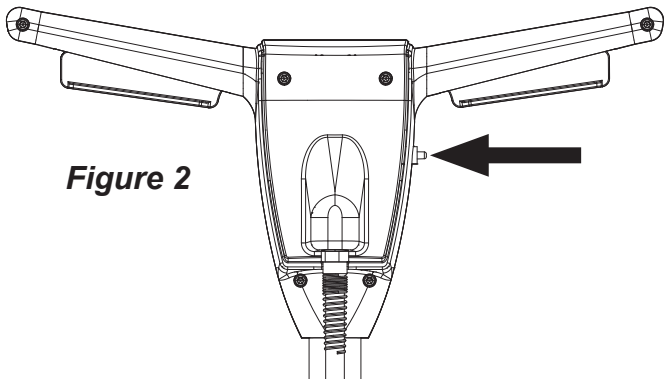

Figure 2
**Verrouillage de L'Interrupteur de Sécurité** (voir Figure 2).